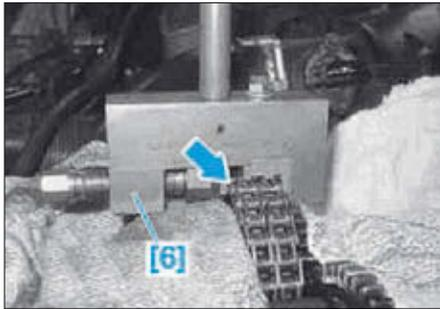

FIG. 13
- Placer l'outil [6] précisément au dessus du centre de l'axe (flèche) (Fig.13).